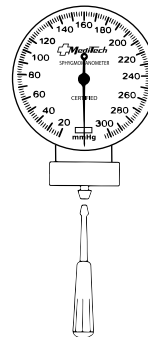

Рисунок 11
- вставьте прилагаемую к изделию отвертку в штуцер манометра (Рисунок 11);